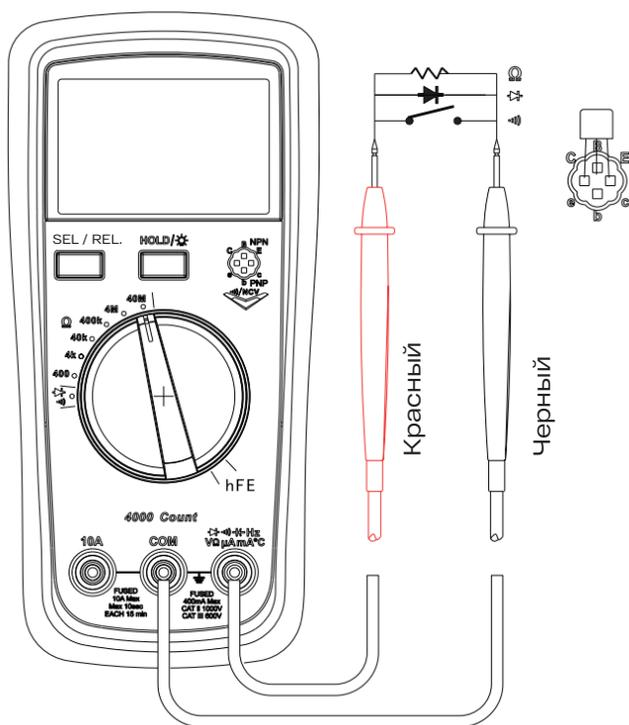

Рис. 3. Измерение сопротивления, проверка диода, проверка непрерывности цепи
2. Измерение сопротивления (см. рис. 3).
### 3. Проверка непрерывности цепи (см. рис. 3).
- ### 4. Измерение диода (см. рис. 3).
5. Измерение hFE (см. рис. 3).